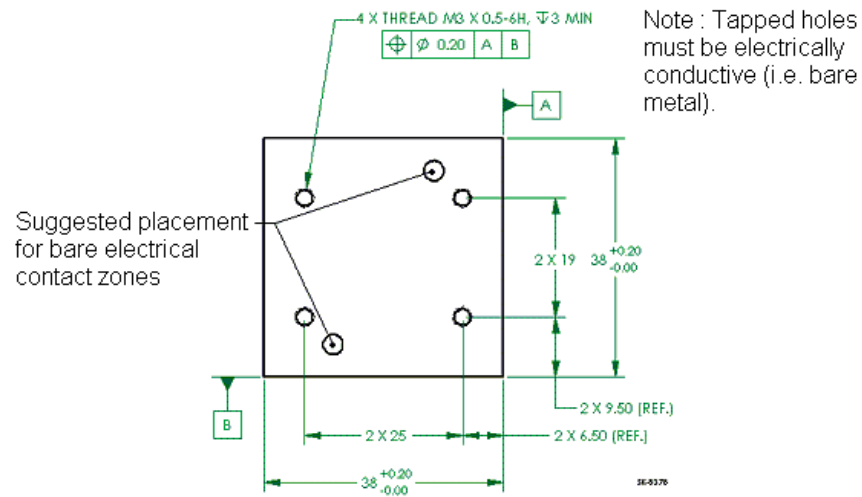

Fig. 2-1 Position des trous taraudés du modèle UP12E, sans circuit imprimé (PCB)
1. Les spécifications requises pour le module arrière fourni par le client sont données dans les figures 2-1 à 2-3. Notez que les trous taraudés doivent être électriquement conducteurs et qu'il doit y avoir au moins des points nus pour permettre le contact électrique avec le détecteur (voir point 5.).